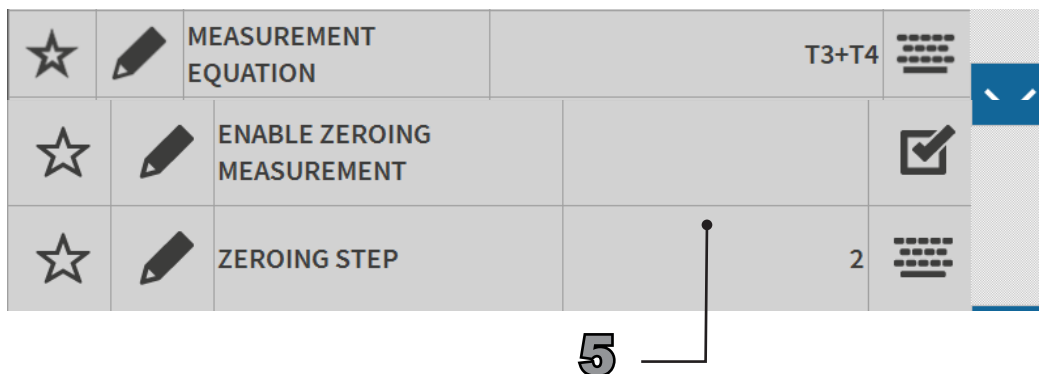

Abb.61. Dashboard Messung M1.
- 5 Arbeitsbereich (Abb.61 auf Seite 51):